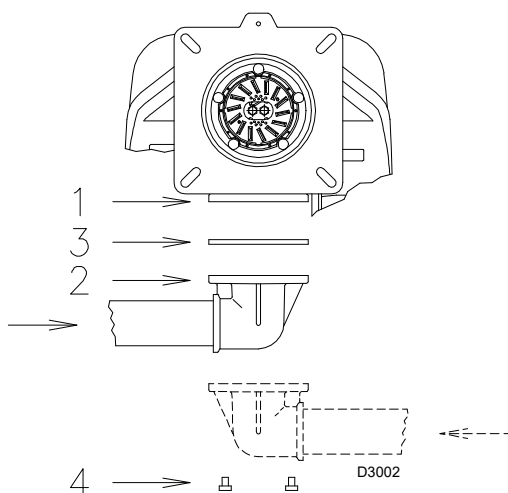

Fig. 31
- La rampa del gas se debe conectar a la conexión del gas 1)(Fig. 31), mediante la brida 2), la junta 3) y los tornillos 4), suministrados con el quemador.
- La rampa puede llegar desde la derecha o la izquierda, según resulte más cómodo; véase la Fig. 31.